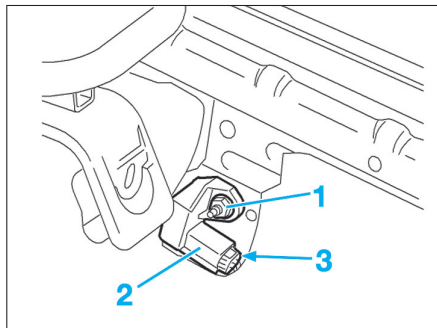

FIG. 10
- Débrancher le connecteur (3) (Fig.10).
- l'écrou de fixation (1) du capteur (2),
- le capteur d'accélération (2).